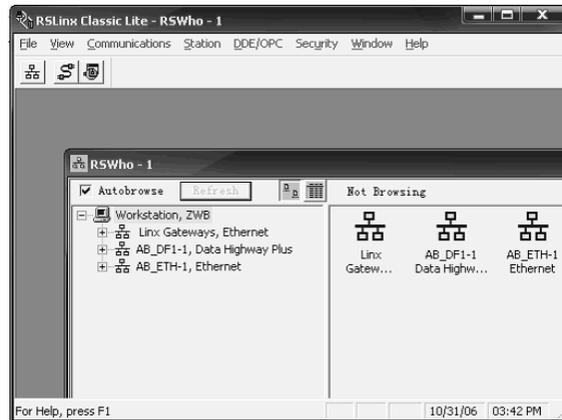

图 1.19 RSLinx 控制界面
(1) RSLinx 软件中 RS-232 串口的组态配置。单击“开始”→“程序”→ROCKWELLSOFTWARE→RSLinx，启动 RSLinx。如果已经启动，双击右下角的 RSLinx 标志，如图 1.19 所示。